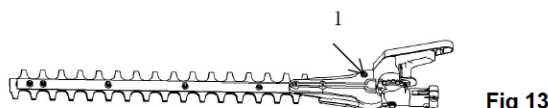

Fig 13
- Ajoutez 5 à 8 grammes de graisse au lithium dans le trou d'huile (Fig. 13).